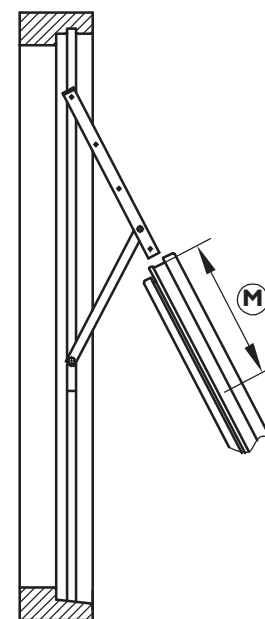

FIG. 3
2. I HVER SIDEKARM ANBRINGES ET BESLAG I KARMENS NOTER. BESLAGET LÆGGES AN MOD OVERKARMEN OG SKRUES FAST, HVOREFTER BESLAGET ÅBNES. SE FIG. 3.
3. VINDUESRAMMEN SKUBBES NU PÅ PLADS VED, AT BESLAGET SKYDES IND I RAMMENS NOTER. RAMMEN SKRUES FAST PÅ BESLAGET SÅLEDES, AT RAMMEN I LUKKET STILLING HAR DEN SAMME SPALTE HELE VEJEN RUNDT. DETTE OPNÅS BEDST VED, AT UDMÅLE M SE FIG. 3 OG BORE ET HUL I RAMMEN, SOM PASSER SAMMEN MED ET SKRUEHUL I BESLAGET.